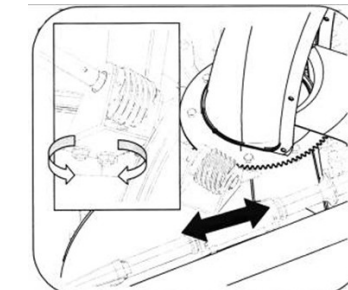

Рисунок 35
2. Снова затянуть гайки (см. Рисунок 35).